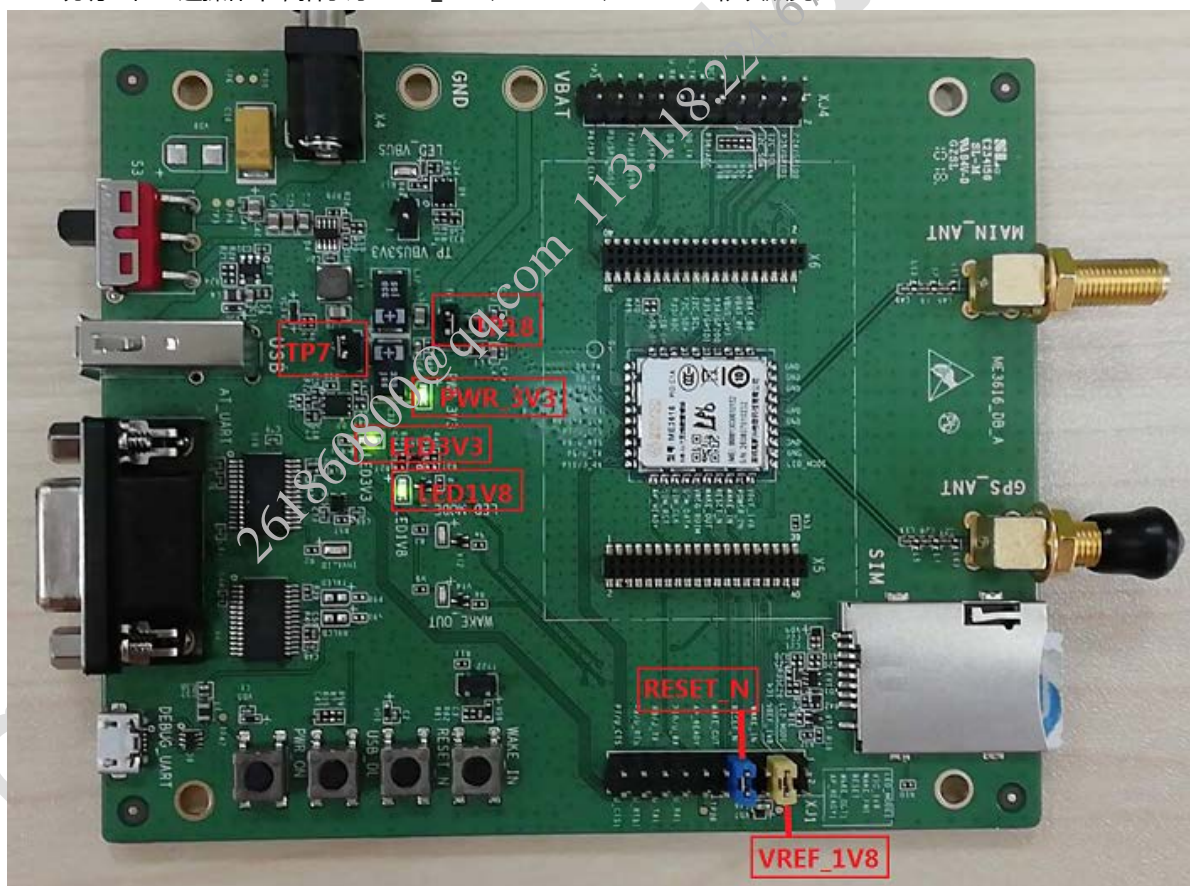

图 3-1 源适配器供电图
跳线帽及指示灯位置参考图 3-1。
- 3) 使用跳线帽连接电路（位置分别为 TP18/TP7/VREF_1V8/RESET_N）如下图 3-1 所示；